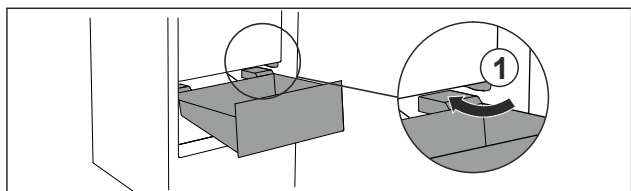

Fig. 78
- ▶ Før skuffen rundt stopperne Fig. 78 (1) på skrå.